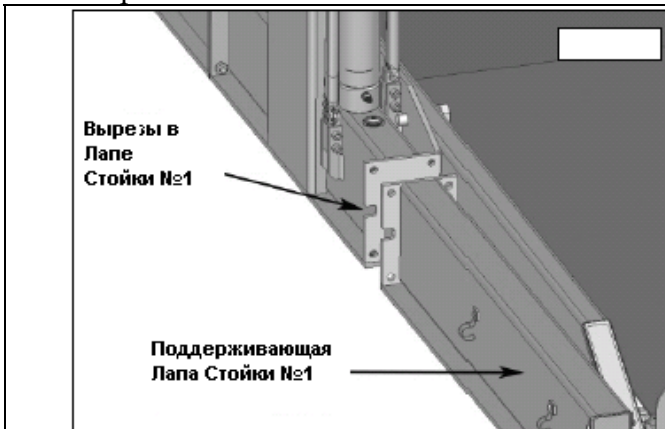

Рис. 10.1
1. Собрать компоненты вместе как показано на Рис. 10.1 и 10.2, но НЕ БОЛТИТЬ